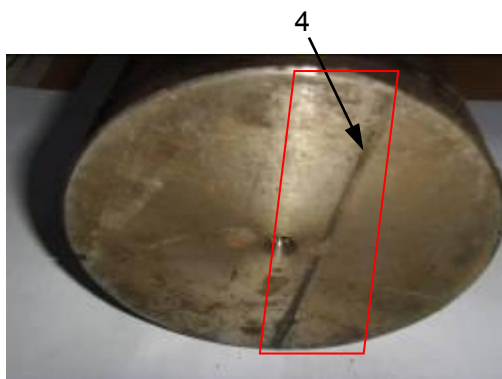

图 8 柱塞端部磨损示意图
**步骤 4:** 检查柱塞端部因与松闸杆接触而产生的划痕情况 (如图 8 所示), 划痕若高出平面, 须修磨平整。